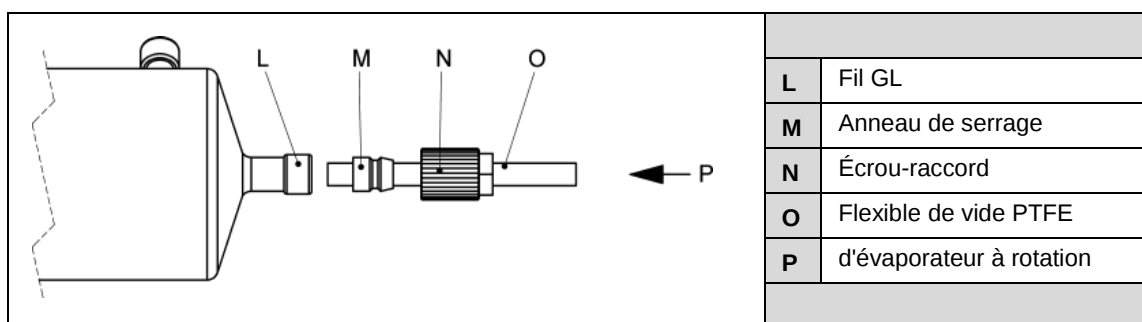

Fig. 3 Indication pour un assemblage pour le raccord d'aspiration
- Loger le flexible du capteur de vide dans le raccordement GI 14 prévu à cet effet et serrer avec l'anneau de serrage du bouchon fileté (*voir fig. 3*).